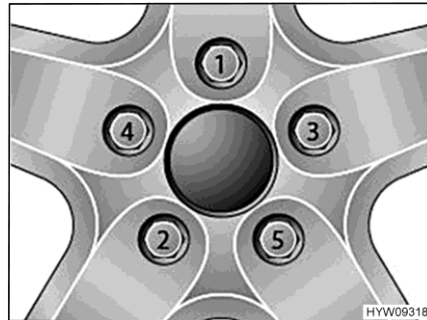

Fig. 150 Serraggio a croce di dadi delle ruote e bulloni delle ruote
- Serrare i dadi delle ruote o i bulloni delle ruote nell'ordine riportato in Fig. 150. A tale scopo, utilizzare una chiave dinamometrica e rispettare la coppia di serraggio indicata (vedi paragrafo 13.7.2).
- Controllare regolarmente il serraggio dei dadi o dei bulloni. Regolare il serraggio dei dadi delle ruote o dei bulloni delle ruote di una ruota sostituita dopo circa 50 km. A tale scopo, procedere seguendo l'ordine indicato in Fig. 150.
- Se si utilizzano cerchioni nuovi o riverniciati, regolare il serraggio dei bulloni o dei dadi dopo altri 1000 - 5000 km. A tale scopo, procedere seguendo l'ordine indicato in Fig. 150.
- ▷ Serrare a croce i dadi o i bulloni delle ruote (Fig. 150).